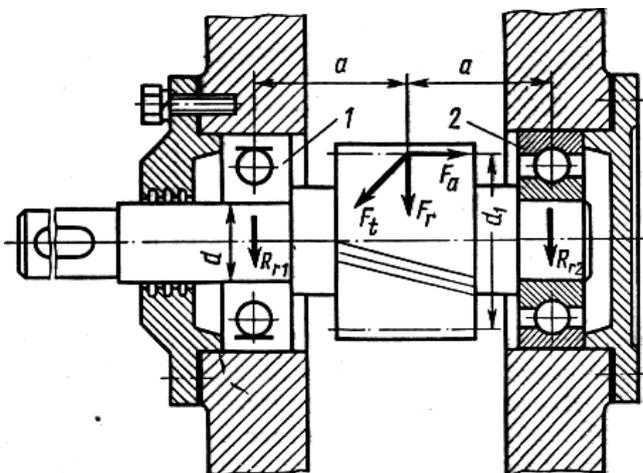

Рисунок 16. (к задаче 83)
**Задача 83.** Для ведущего вала косозубой цилиндрической передачи редуктора подобрать по ГОСТу шарикоподшипники 1, 2 однорядные при диаметре цапф  $d$  (рис. 16). На зубья шестерни действуют силы: окружная  $F_t$ , радиальная  $F_r$  и осевая  $F_a$ . Силы  $F_r$  и  $F_a$  вычислит, приняв  $\alpha_w = 20^\circ$  и  $\beta$  по таблице. Частота вращения вала  $n = 950$  об/мин. Диаметр делительной окружности шестерни  $d_1 = 60$  мм. Расстояние  $a = 1,8d$ . Требуемая долговечность подшипников